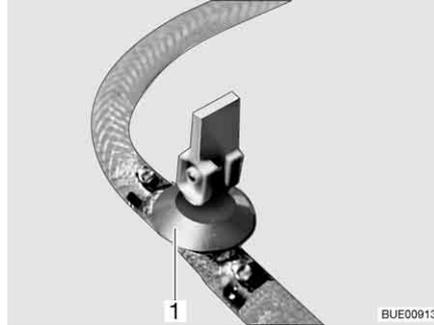
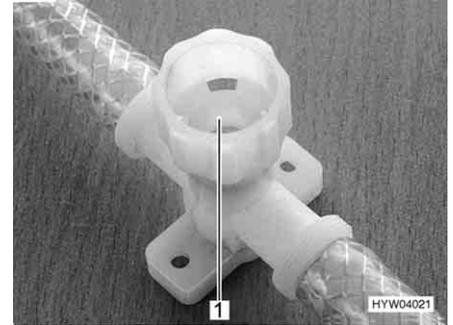

Bild 169 Ablasshahn (mit Kipphebel)
Bild 170 Ablasshahn (mit Drehkappe)
- Alle Ablasshähne schließen. Dazu den Kipphebel des Ablasshahns (Bild 169, 1) waagrecht stellen oder die Kappe des Ablasshahns (Bild 170, 1) im Uhrzeigersinn zudrehen.